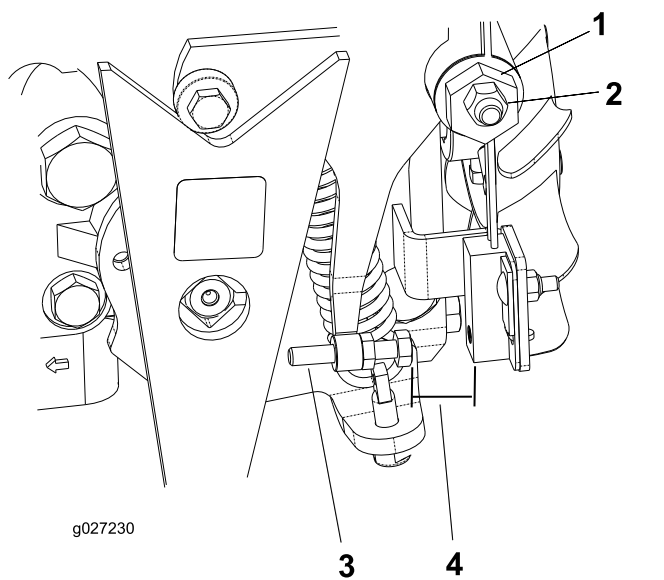

Figura 34
4. Afloje la contratuerca de la leva de ajuste de tracción (Figura 34).
- Arranque el motor y gire la sección hexagonal de la leva (Figura 34) en ambos sentidos para determinar la posición central del intervalo de punto muerto.
- Ajuste el tornillo hasta que el hueco sea de 0,8 a 2,3 mm; consulte Figura 34.